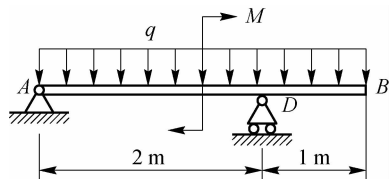

图 1-2
1. 如图 1-2 所示,梁 AB 上受到一个均布载荷和一个力偶作用,已知载荷集度 $q=100 \text{ N/m}$,力偶矩大小 $M=500 \text{ N} \cdot \text{m}$,长度 $AB=3 \text{ m}$, $DB=1 \text{ m}$ 。求活动铰链支座 D 和固定铰链支座 A 处的约束反力。